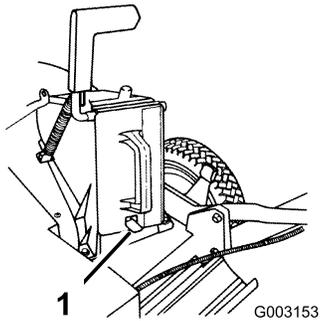

Figure 7
3. Poussez l'obturateur au maximum jusqu'à ce que le loquet à ressort situé au bas s'enclenche en position et fixe fermement l'obturateur dans le conduit de l'éjecteur (Figure 7).